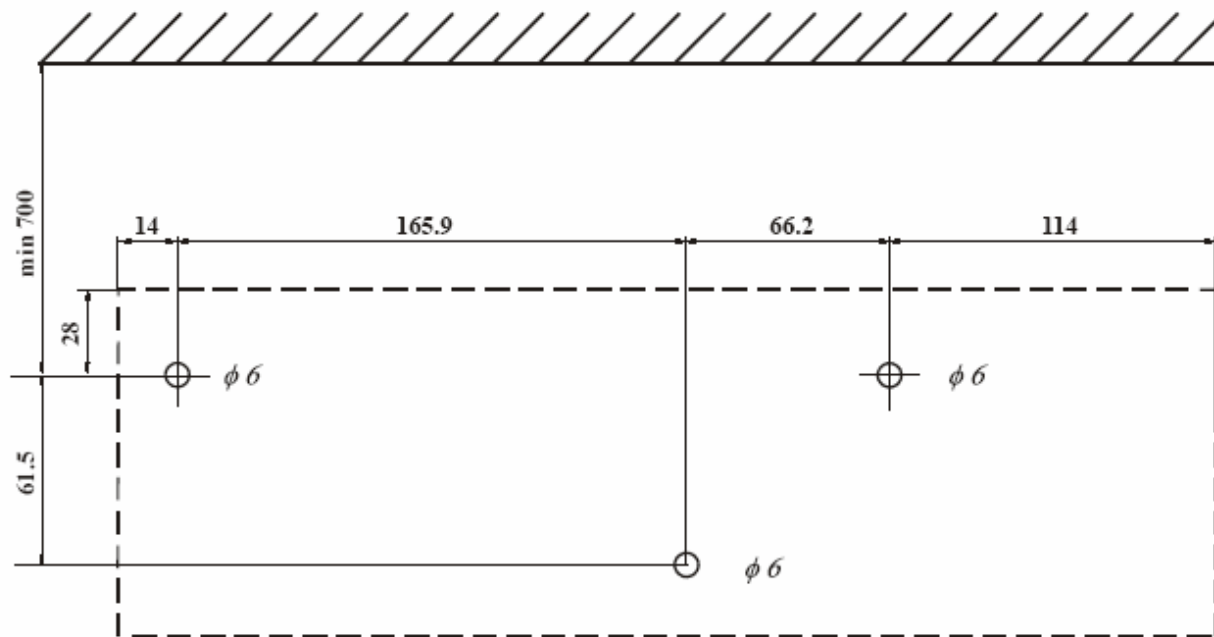

Рис. 5.4 Шаблон для просверливания отверстий в стене (расстояния даны в мм).
Порядок действий ( см. рис. 5.4 и 5.5):
1. Просверлите 3 отверстия в стене, как показано на рис. 5.4 используя шаблон или сам кронштейн в качестве шаблона: убедитесь, что два крайних отверстия расположены строго горизонтально;